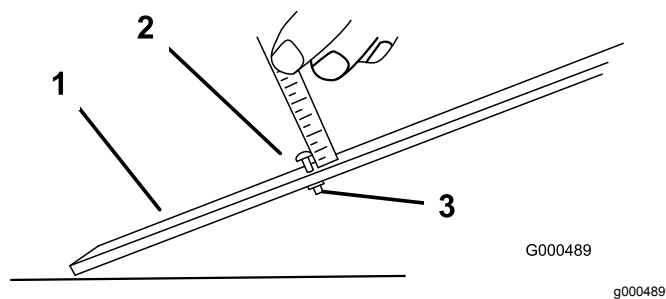

Figura 8
1. Allentate il dado sulla barra di riferimento e impostate il bullone di regolazione all'altezza di taglio desiderata (Figura 8).